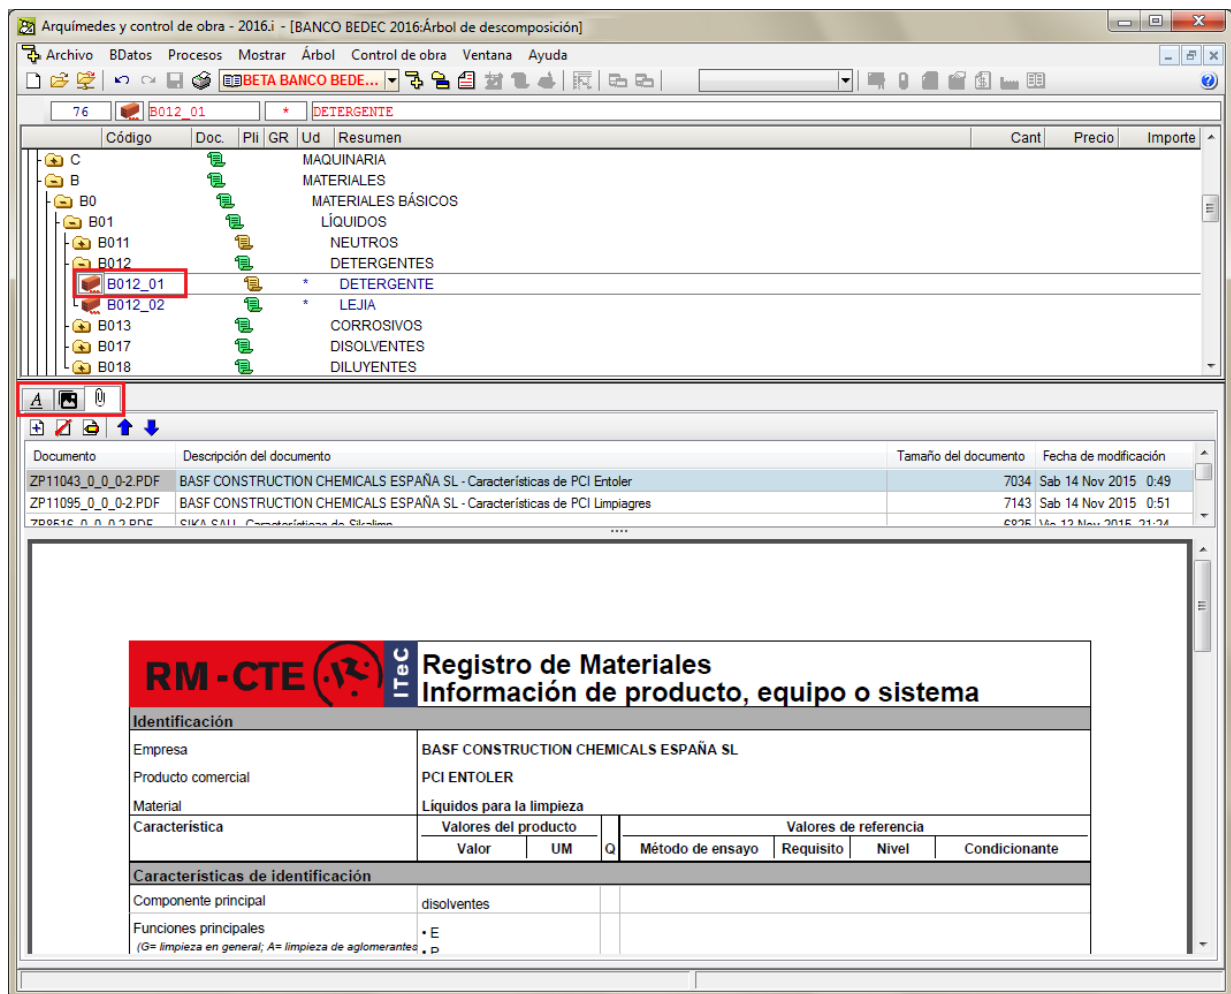

Fig. 2.5
La tercera pestaña por la izquierda **Documentos adjuntos del concepto**  (Fig. 2.5), permite la gestión de la documentación adjunta.
Para imprimir el pliego de condiciones técnicas correspondiente a los pliegos tipo FIEBDC estando en la ventana **Árbol de descomposición** puede situarse sobre su icono o de cualquiera de los concepto y pulsar el botón de la barra de herramientas **Imprimir base datos actual** o si lo prefiere puede usar la opción del menú **Archivo > Imprimir > Imprimir listado...** y escoger el listado Pliegos de condiciones (plantilla pl_00144.pla) (Fig. 2.5).
- Los que se imprimen desde las plantillas de listados, opción del menú **Archivo > Imprimir > Imprimir listado...**, diálogo Imprimir (Fig. 2.5).